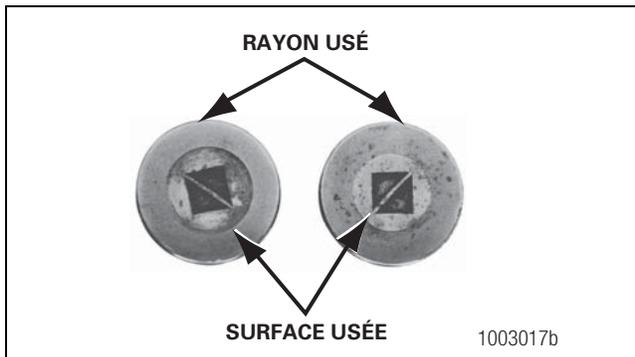

Figure 4.2
- Le centre à l'extrémité du plus grand diamètre des rouleaux est usé au niveau de la surface externe (ou davantage). Figure 4.2.
- Le rayon à l'extrémité du plus grand diamètre des rouleaux est usé et présente une arête vive. Figure 4.2.